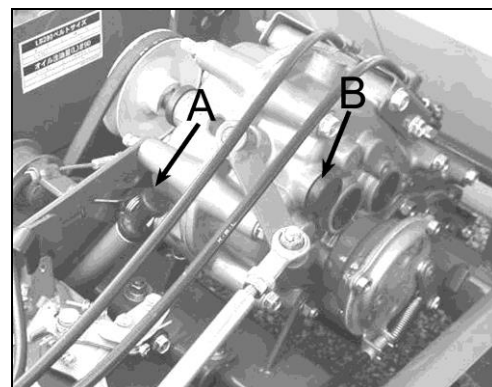

Figura 11(LS280)
2. Rimuovere uno dei tappi di riempimento (B figura 11) sulla parte superiore del carter trasmissione.